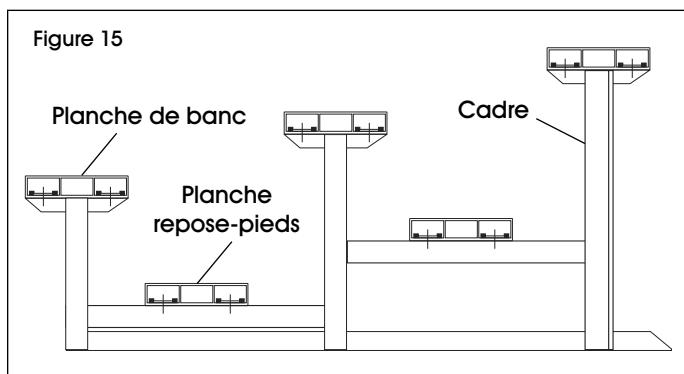

Figure 15
10. Fixez les planches de banc. En commençant par la rangée du haut, placez une planche de banc sur les attaches, en vous assurant que les attaches reposent sous la planche dans les cannelures externes. (Voir Figure 15)